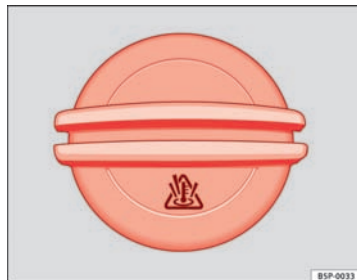

Fig. 109 I motorrummet: dæksel på motorkølevæskebeholderen
- Kølevæskebeholderen kan kendes på symbolet  på dækslet ⇒ Fig. 109.